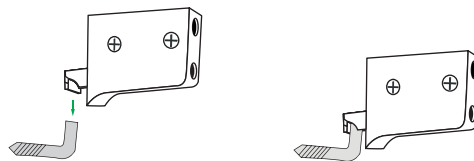

Рис. 4 / 4-сур.
2. Просверлите отверстия в стене и закрепите крепежи. Установите к стене, закрепив подвесные кронштейны на крепежных пластинах (рис. 4а) или крюк-шуруплах (рис. 4б).